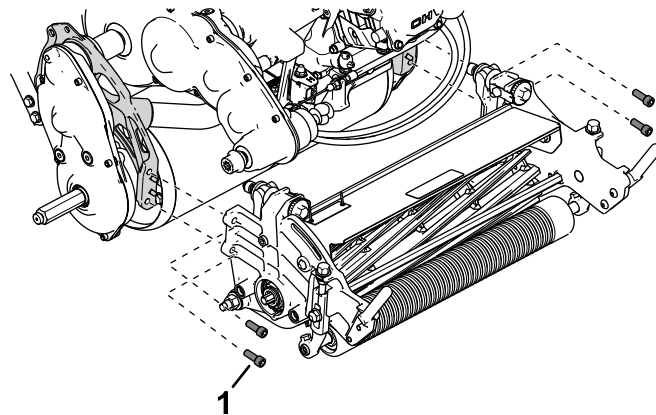

Рисунок 49
4. Отверните винты с внутренними шестигранниками, которые крепят режущий блок к раме (Рисунок 49).